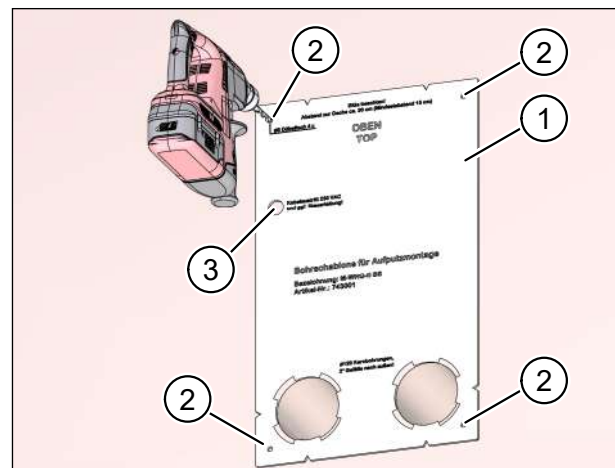

Abb. 19: Bohrungen für Dübel und Markierungen für Anschlusskabel
- ▶ Setzen Sie die Bohrschablone (Pos. 1 in Abb. 19) passgenau auf die beiden Kernlochbohrungen auf.
- ▶ Markieren Sie die vier Bohrungen (Pos. 2 in Abb. 19) für die Dübel zum Befestigen des Lüftungsgerätes an der Innenwand.
- ▶ Markieren Sie die Position des Kabelauslasses für das Netz- und Steuerkabel (Pos. 3 in Abb. 19) des Lüftungsgerätes. Die Markierung kennzeichnet das Ende der noch zu fräsenden Mauernut für das Netz- und Steuerkabel.